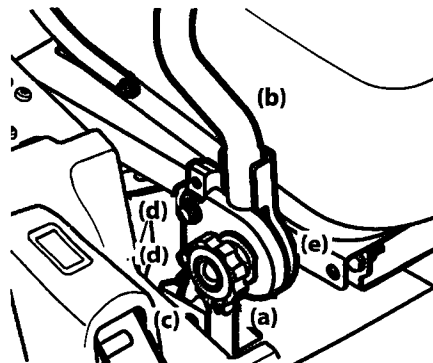

Figura 4-5
1. Afloje las perillas de la palanca de control de la transmisión (a) ubicadas a un lado de las palancas de control de la transmisión (b). Consulte Figura 4-5.
3. Asegúrela en su lugar ajustando la perilla de la palanca de control de la transmisión (a). Consulte Figura 4-5.